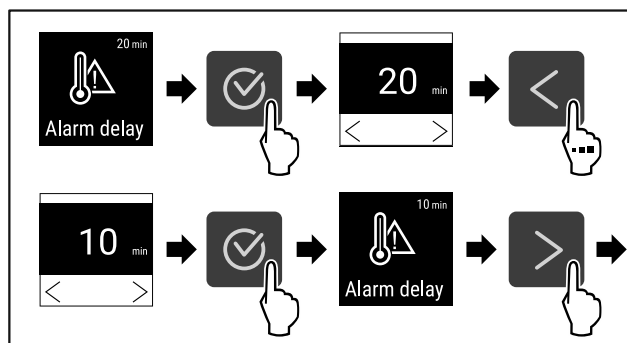

Fig. 99
- ▶ Vykonať kroky akcie (pozri Fig. 99).